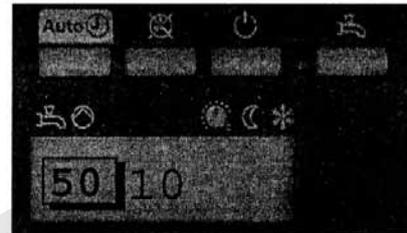

Figura 12.1
- sólo el código de error (ej. 10 – figura 12.1);